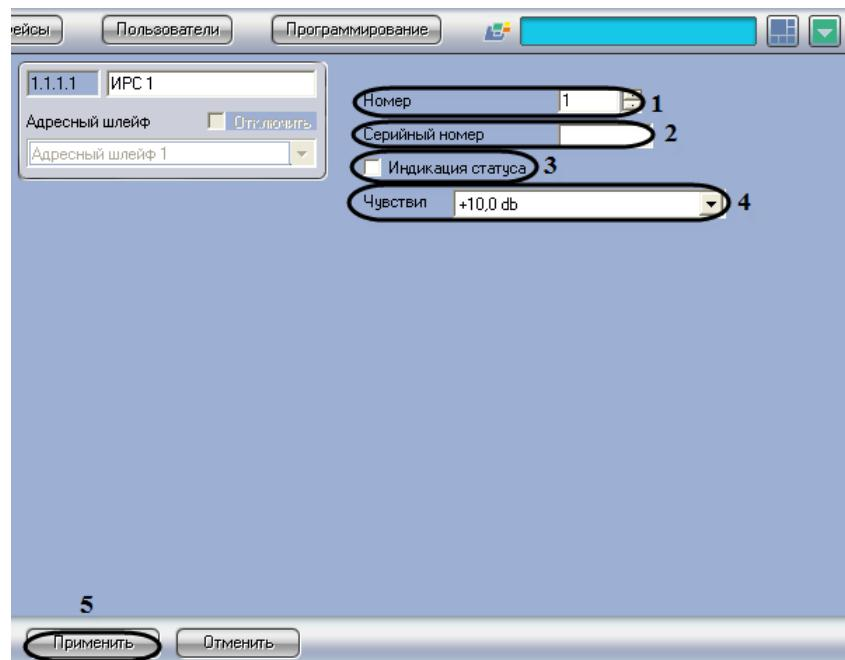

Рис. 3.5–6 Панель настроек объекта ИРС
2. В поле **Номер** необходимо с помощью кнопок **вверх-вниз** ввести порядковый номер в списке устройств (см. Рис. 3.5–6, 1).
3. В поле **Серийный номер** необходимо ввести серийный номер устройства (см. Рис. 3.5—6, 2).